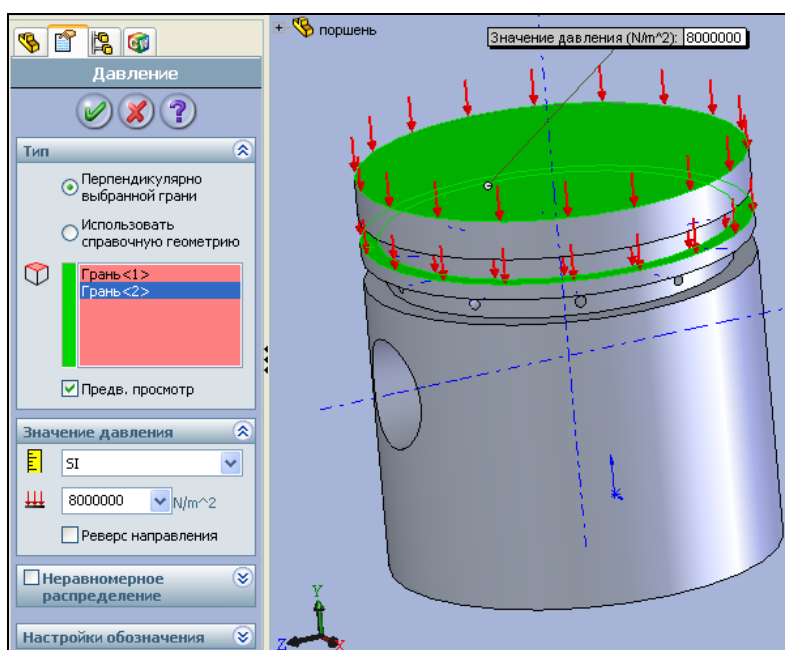

Рис. 3.4. Диалоговое окно **Давление**
4. Теперь можно перейти к заданию нагрузок. Зададим на днище поршня давление газов P_2 с учетом давления в кривошипной камере. Эта нагрузка является распределенной. Для этого нажмите на кнопку  — **Давление** в панели инструментов **COSMOSWorks** – **Нагрузки** или пройдите путь в главном меню **COSMOSWorks** | **Нагрузки/Ограничение** | **Давление**. Откроется диалоговое окно **Давление**, показанное на рис. 3.4.
В диалоговом окне щелкните мышью в области **Грани для давления**  и затем укажите грань поршня, являющейся днищем (**Грань<1>**) (см. рис. 3.4). Поскольку давление газов, прорываясь через зазор между поршнем и цилиндром, действует и на первую кольцевую перемычку, то в качестве воздействия этой нагрузки укажите верхнюю грань перемычки (**Грань<2>**). В области **Значение давления** задайте величину, например, 8 МПа, полученную из теплового расчета двигателя. Эта величина является максимальным давлением цикла. После задания всех параметров нажмите кнопку  **ОК**.